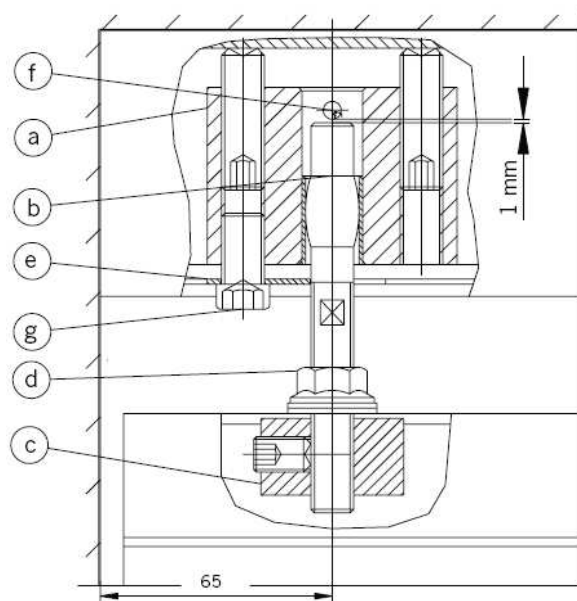

Fig. 6
6. Установка маятниковой крайней панели (Рис. 6):